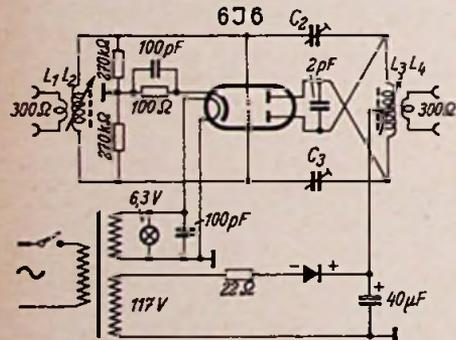

Bild 1. Schaltung eines einfachen Fernseh-Antennenverstärkers
M. C. Entee beschreibt einen leicht zu bauenden, einfachen Antennenverstärker, der zum Anschluß an $300\text{-}\Omega$ -Kabel angepaßt und ursprünglich für den Fernsehkanal 13 (210 bis 216 MHz) dimensioniert ist. In der Schaltung (Bild 1) sind C_2 und C_3 Neutralisierungskondensatoren, die folgendermaßen hergestellt werden: Um den 16 mm langen rechtwinklig abgebumen Schenkel eines blanken Drahtes von
In unmittelbarer Nähe eines UKW-Senders kann man manchmal auch mit Kristall-Detektoren brauchbare Ergebnisse erzielen. Wenn die Antenne so günstig angelegt ist, daß sie einige Hundertstel oder gar Zehntel Volt an den Empfänger abgeben kann, wird man mit einem richtig aufgebauten Kristall-Detektor und einem nachgeschalteten empfindlichen Niederfrequenzverstärker oft sogar Lautsprecherempfang erzielen können. Eine entsprechende Schaltung zeigt Bild 1.